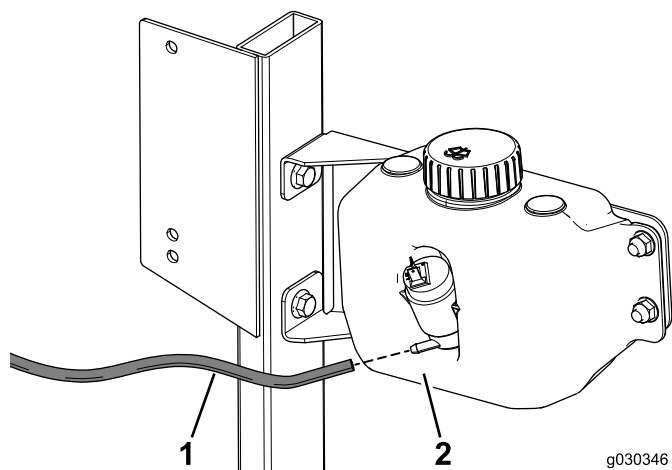

Figura 41
- Conecte 1 extremo de la manguera del lavaparabrisas al depósito del lavaparabrisas (Figura 41).